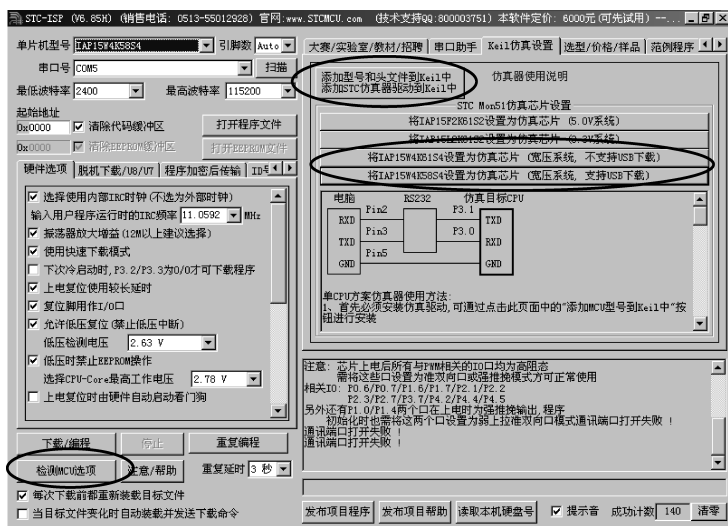

图 1.14 将 IAP15W4K58S4 单片机设置成为 Keil 仿真器
(1) 运行 STC-ISP 软件, 弹出如图 1.14 所示软件界面, 单击界面左下角“检测 MCU 选项”按钮, 再给单片机上电, 注意观察 STC-ISP 软件界面关于单片机的提示, 确保单片机与 PC 已经正常连接。